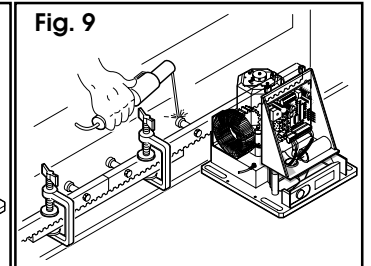

Fig. 9
8) Placer à côté du dernier élément fixé un autre élément de crémaillère en utilisant une portion de crémaillère d'environ 150 mm comme indiqué fig.9, afin de respecter le pas.
9) Fermer manuellement le vantail jusqu'à arriver en regard du pignon avec la troisième entretoise de l'élément à fixer (fig.9).
10) Souder les trois entretoises de l'élément (fig.9).